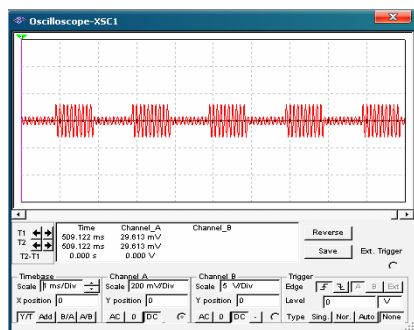

图 5-116 AM 信号 (方波调制、正弦波载波)
4) 用方波作为调制信号，对菜单进行的操作，如图 5-116 所示。
运行仿真, 结果如图 5-116 所示。与上述步骤操作相同, 也可设置三角波等其他波形为调制波。